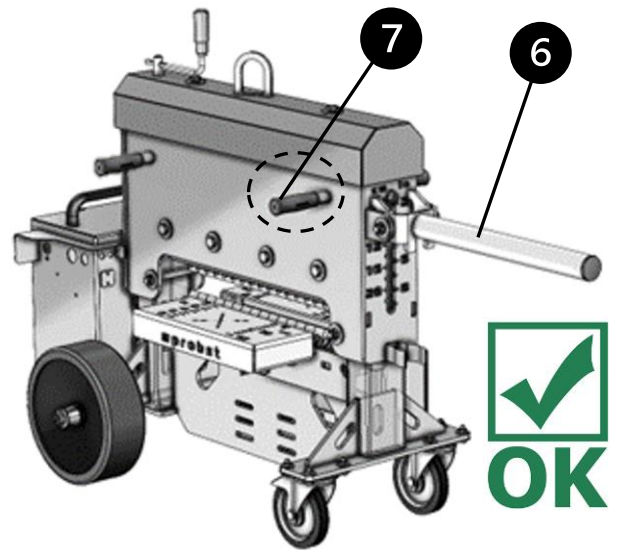

Abb. 2
- Para ello, la palanca de transporte ⑥ debe colocarse en posición horizontal → Abb. 2